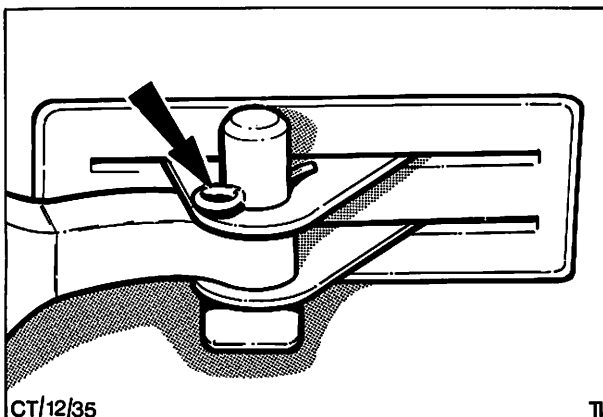

Abb. 89 Gabelbolzen in Einbaulage unter dem Fahrzeug (Pfeil zeigt Federsplint)
1. Unter dem Fahrzeug Federsplint, Gabelbolzen und Wellenscheibe – Handbremsseil am Handbremshebel entfernen, Abb. 89.